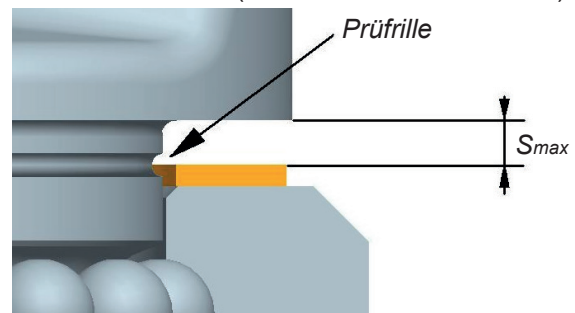

Abb. 2: Abstand zwischen Ober- und Unterteil und Prüfrille
- das Abstandsmaß/Maximalspiel (S_{max}) zwischen Ober- und Unterteil des Universalwirbels UW-PP darf nicht überschritten werden bzw. die Prüfrille im Ringzapfen (bei VUW-28 und VUW-GLD-28) darf nicht sichtbar sein (siehe Tabelle 1 und Abb. 2).